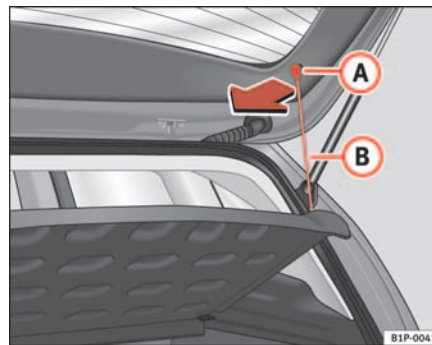

Abb. 103 Hutablage
- Die Streben ⇒ Abb. 103 **B** aus den Aufnahmen **A** aushängen